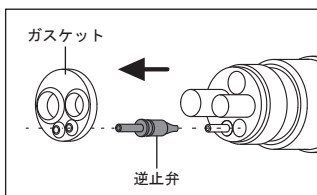

図 44
- 2 接続部のガスケットを取り外します (図 44)。
- 3 注水パイプを引き抜いて、逆止弁を取り外します (図 44)。